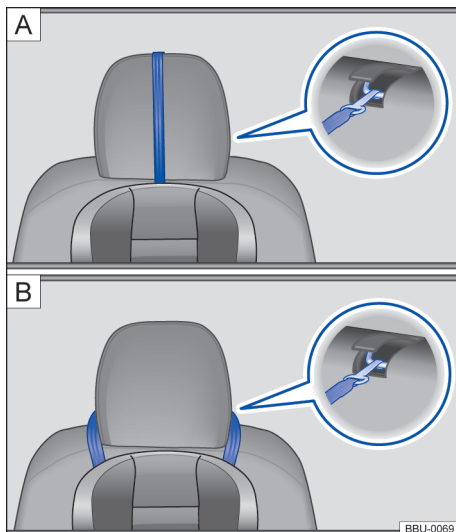

Fig. 51 Exemplo para a fixação de uma cadeira de criança com o cinto de fixação superior Top Tether.
Legenda para → Fig. 51:
- Assentos laterais: conduzir o cinto de fixação superior do assento sobre ou ao redor do apoio de cabeça → Fig. 51.